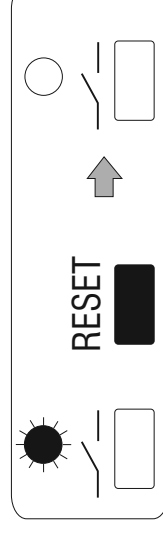

Fig. 5
- Appuyer brièvement sur la touche "Reset" ; au relâchement le forçage temporaire sera annulé (fig.5).